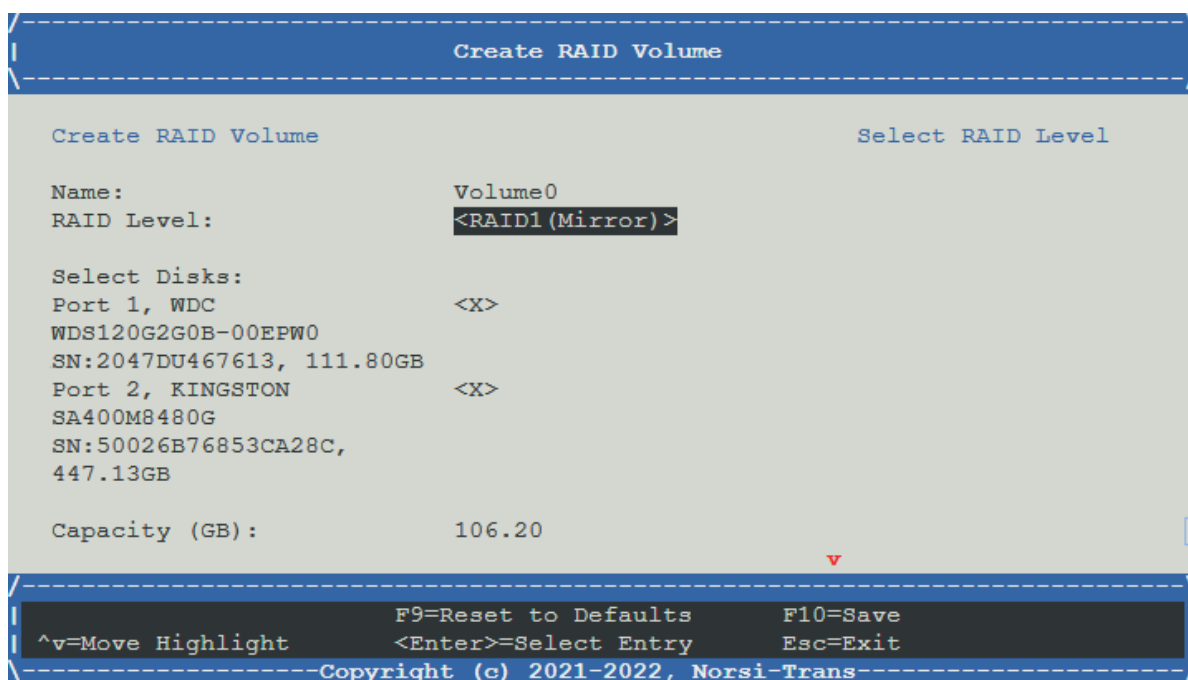

Рис. 70. Меню Create RAID Volume
- 5) Во вкладке «Create RAID Volume» установите «RAID Level» в состояние <RAID1 (Mirror)>. Окно показано на рис. 70 Меню Create RAID Volume.